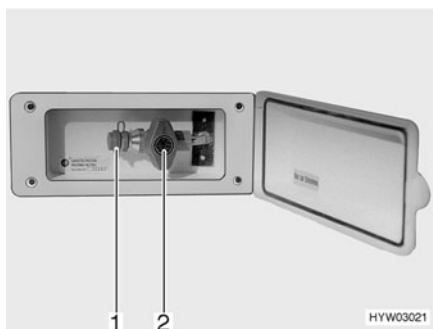

Fig. 79 Raccordement externe de gaz avec robinet d'arrêt de gaz fermé
Le raccordement externe de gaz (Fig. 79) se trouve à l'avant sur le côté droit.
- Raccorder l'appareil à gaz externe sur le raccord (Fig. 79,1).
- Ouvrir le robinet d'arrêt de gaz (Fig. 79,2).